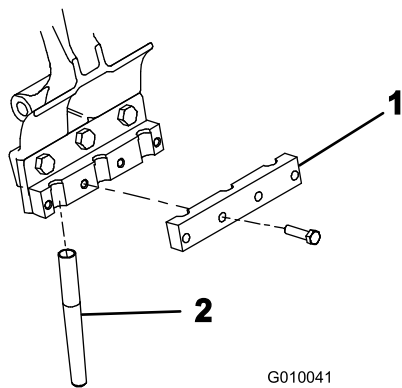

Bild 25
4. Befestigen Sie eine Stachelklemme mit vier Schrauben (3/8 x 1-1/2 Zoll) lose an jedem Stachelhalter (Bild 25). Ziehen Sie die Bolzen nicht fest.